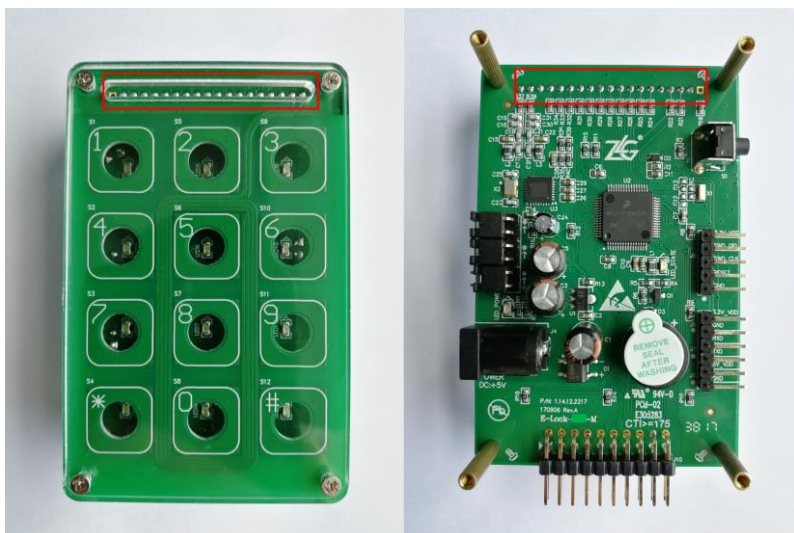

图 7.1 演示过程禁止触碰区域实物图
2. 初始化结束后，演示过程禁止触碰区域如图 7.1 所示，若在演示过程中触碰到该区域，将会严重影响按键识别。若因为误触碰到该区域导致的工作不正常，请按复位键或重新上电进行复位 MCU。